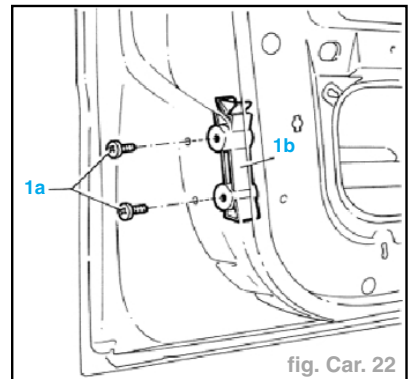

fig. Car. 22
- Dévisser (**1a**) et enlever le guide (**1b**) (fig. Car. 22).